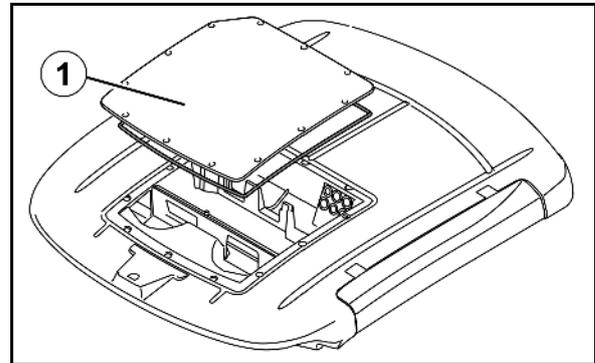

Fig. 170
1. Haube (Fig. 170/1) vom Kabinendach abschrauben.